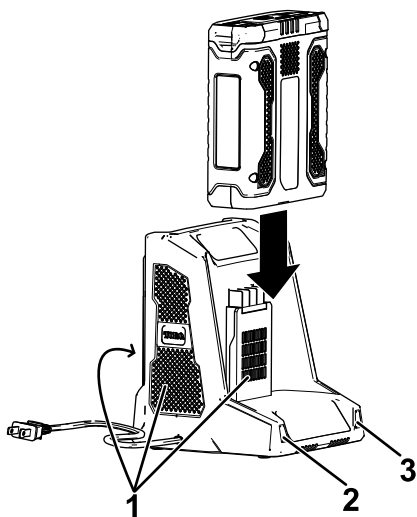

Figura 9
5. Fate scorrere il pacco batteria nel caricabatterie fino a quando non è completamente in sede (Figura 9).